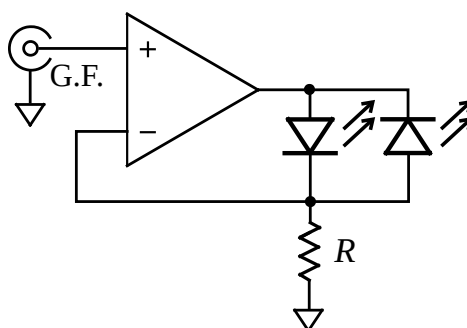

Figura 8: Amplificador de transconductancia controlando LEDs.
- **Amplificador de voltaje a corriente (amplificador de transconductancia):** Se utiliza este tipo de circuitos para definir una corriente sobre una carga, usando una tensión o voltaje de control. Es un amplificador no inversor: la realimentación negativa asegura que V_{in} se copia en la entrada (-), y por lo tanto sobre la resistencia R_1 . **La corriente no viene del dispositivo en la entrada, sino de la salida del OpAmp!!**. La corriente de carga está dada por $I_{out} = V_{in}/R_1$, y la ganancia es el cociente entre la corriente de salida y el voltaje de entrada; la conductancia $1/R_1$. Una aplicación simple y práctica es el control de un LED: Armar entonces el circuito de la figura 8. Qué corriente máxima puede entregar el opamp? Calcular el valor de resistencia adecuado para no arruinar el circuito integrado. Usar como entrada un generador de funciones y calcular el factor de conversión de voltaje a corriente para la resistencia seleccionada. Cuándo se enciende cada LED?.